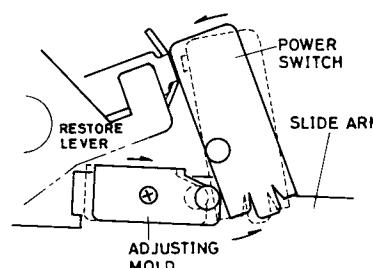

Fig. 4
1. Adjust the position of the mold on the slide arm so that the mold pushes\* the power switch immediately before the slide arm reaches the initial position after the returning operation of tone arm has been completed. See Fig. 4.
1. Ajuster la position de la butée de réglage de synchronisation du coulisseau de façon que la butée presse\* l'interrupteur juste avant que le coulisseau n'atteigne sa position d'origine lorsque le bras de lecture a terminé sa course de retour. Voir Fig. 4.